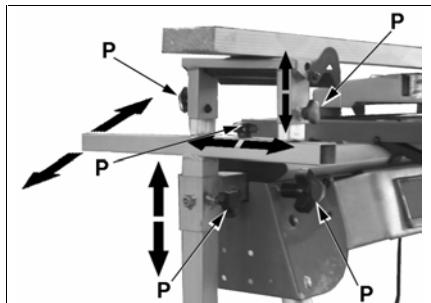

Abb. 24
- Abb. 24 zeigt die verschiedenen Einstellmöglichkeiten der beiden Halterungssysteme, die durch Lösen der Kugelgriffe (P) erhalten werden können.
- Nach jedem Verstellen der verschiedenen Teile, aus denen das Halterungssystem besteht, den entsprechenden Kugelgriff (P) wieder sicher blockieren.